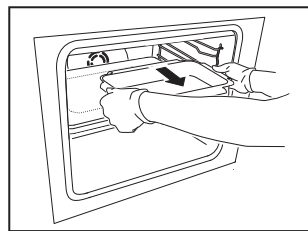

Fig. 2
2. A continuación, utilice las asas laterales para un mejor agarre y retire completamente el recipiente de cocción (Fig. 2).